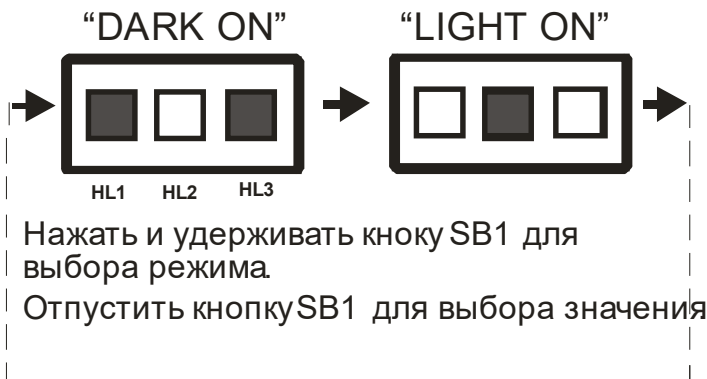

Рисунок 5 - Работа индикаторов в режиме выбора коммутационной функции
2) Нажать и удерживать кнопку программирования SB1 в течение 5-7с. Приемник перейдет в режим программирования. Продолжить удерживать кнопку SB1. В окне индикации режимов (см. рис.2) светодиоды HL1, HL2, HL3 начнут поочередно загораться в соответствии с рис. 5, индицируя режим DARK ON или режим LIGHT ON.